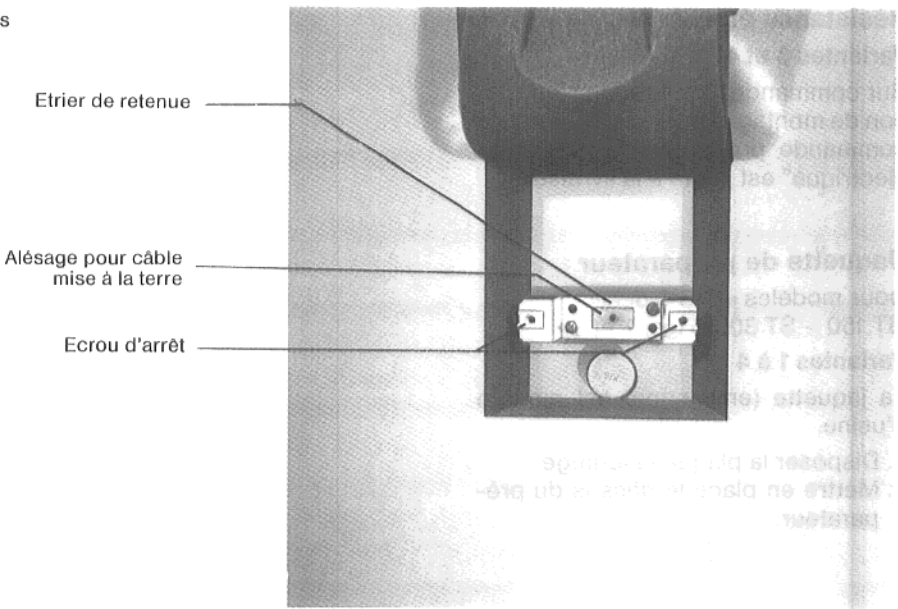

Fig. 10
- 7. Visser les étriers de retenue sur les capots, respectivement les tableaux de commande sur les étriers fixés au préparateur (Fig. 10).